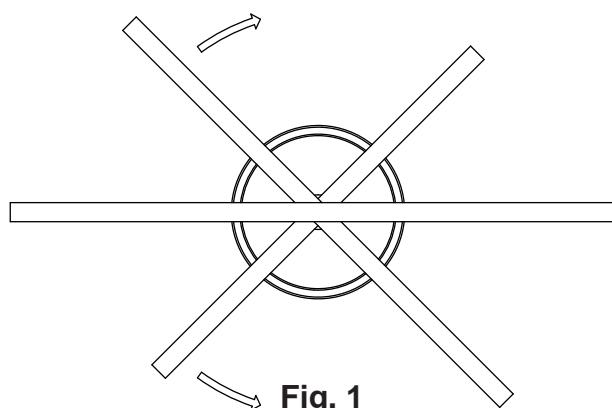

Fig. 1
- Si lo desea, gire los brazos superior y del medio hasta 45 grados desde la posición lineal, como se muestra (Fig.1).
- Retire la placa de montaje [G] de la cubierta [D] desatornillando los tres (3) tornillos de montaje avellanados [F] de la cubierta. Consérve los tornillos para volver a fijar la cubierta a la placa de montaje.